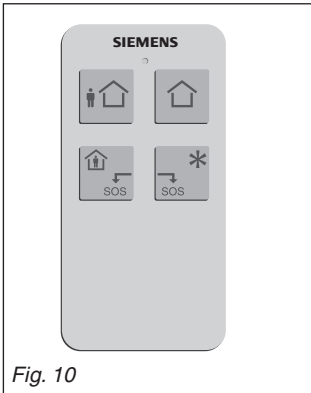

Fig. 10
5.3.1 Un seul secteur (fig.10)